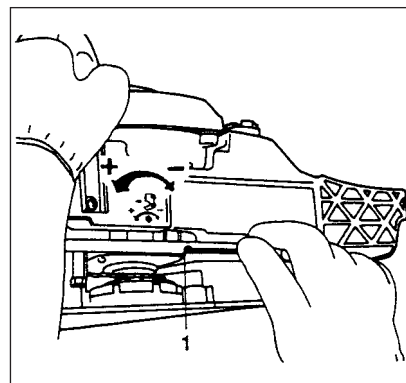

Fig. 2-1C
Para el ajuste, deberá girarse el tornillo (1) en el sentido contrario a las agujas del reloj para reducir el caudal de lubricación y en el sentido de las agujas del reloj para aumentar el caudal de lubricación. (Fig. 2-1C).